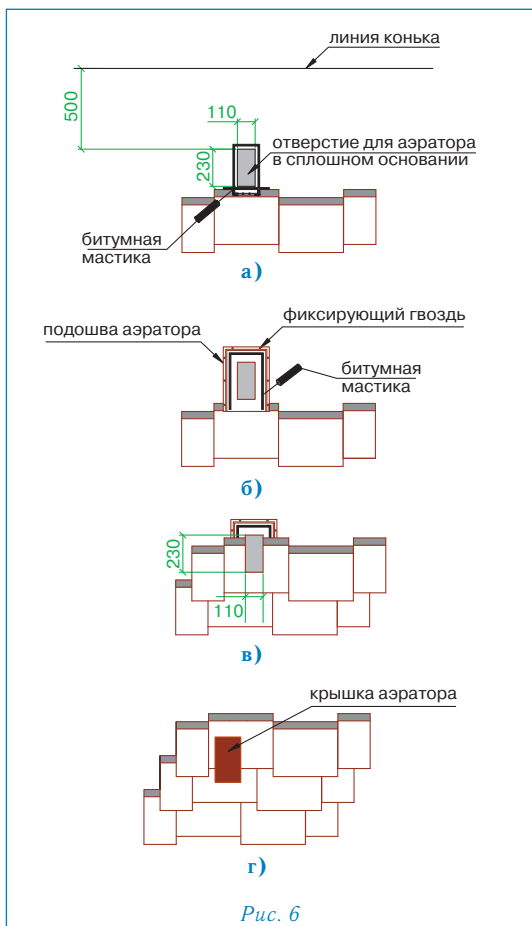

Рис. 6
Установка аэратора (рис. 6)
- В сплошном основании кровли прорезается отверстие 110 см, расположенное согласно рис. 6а;
- корпус аэратора устанавливается поверх отверстия и фиксируется гвоздями из нержавеющей стали; по верхней и боковым сторонам подошвы корпуса также наносится битумная мастика (рис. 6б);
- далее укладывается очередной ряд черепицы; подошва аэратора при этом закрывается листом ПРЕСТИЖ ЗОДЧИЙ с заранее прорезанным в нем отверстием (рис. 6в);
- на корпус аэратора устанавливается крышка, которая фиксируется нажатием (до щелчка) (рис. 6г).